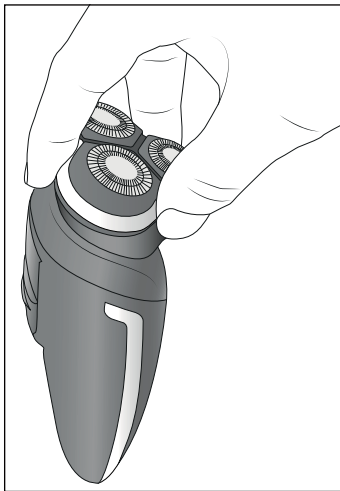

Fig. 2
- 1) Agarre a unidade de corte **2** com três dedos nas pegas encastradas **3** e remova-a (ver fig. 2).